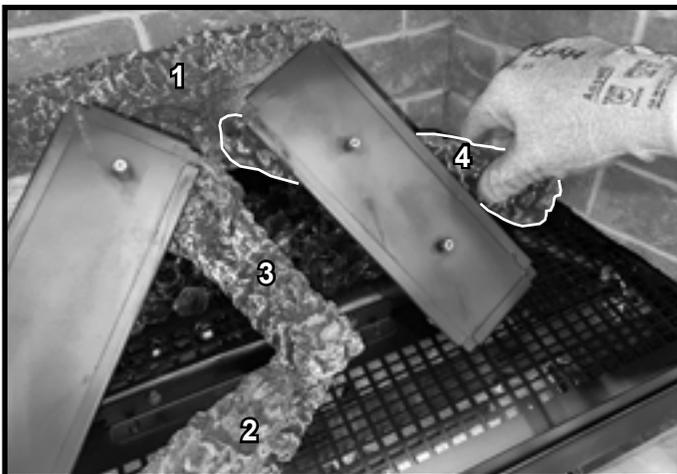
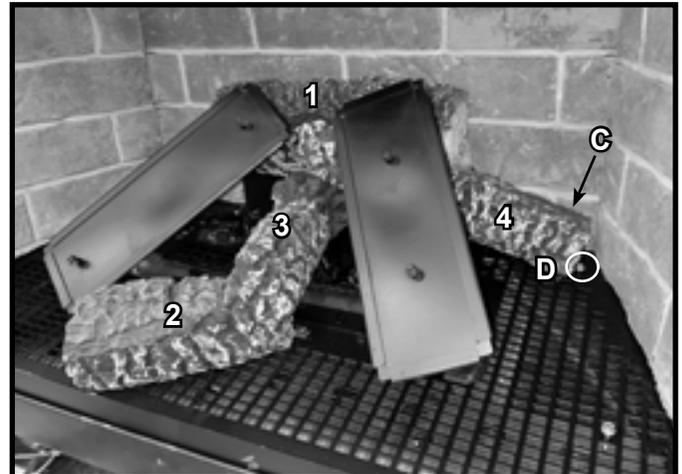

Figure 8 Position de la bûche n° 4
Figure 9 Bûche n° 4 installée
- Posez les braises lors du processus de disposition des bûches tel qu'indiqué à la section 9.G du présent manuel. La figure 9/6, qui indique la zone réservée à la pose de braise, n'est utilisée qu'à titre d'illustration.
BÛCHE N° 4 : Placez la bûche n 4 à partir de la droite comme indiqué dans la figure 8. Posez l'extrémité pointue sur la bûche n°3. Faites tourner le côté droit de la bûche dans le sens inverse des aiguilles d'une montre jusqu'à ce qu'elle entre en contact avec la broche de la bûche C, la broche de la bûche D et la bûche n°1. Voir la figure 9.
- Vérifier que la plaque d'étanchéité de la vitre est bien installée. Voir la figure 9.A.